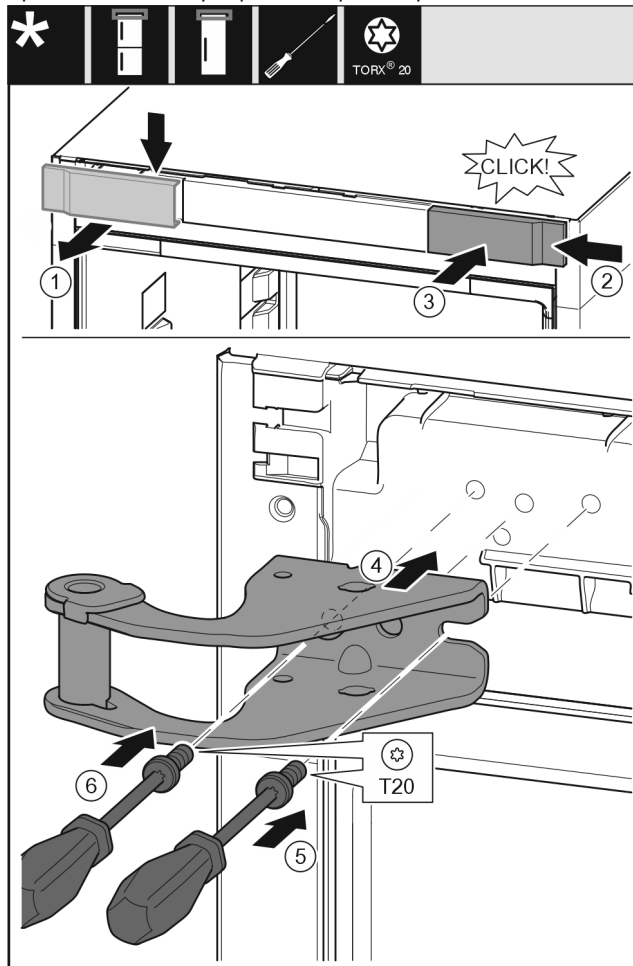

Fig. 8
- ▶ Снимите крышку сверху вперед. Fig. 8 (1)
- ▶ Навесьте крышку, повернув ее на 180°, справа с другой стороны. Fig. 8 (2)
- ▶ Зафиксируйте крышку. Fig. 8 (3)
- ▶ Установите верхний опорный кронштейн. Fig. 8 (4)
- ▶ Установите и затяните винт отверткой T20. Fig. 8 (5)
- ▶ Вставьте и затяните винт отверткой T20. Fig. 8 (6)